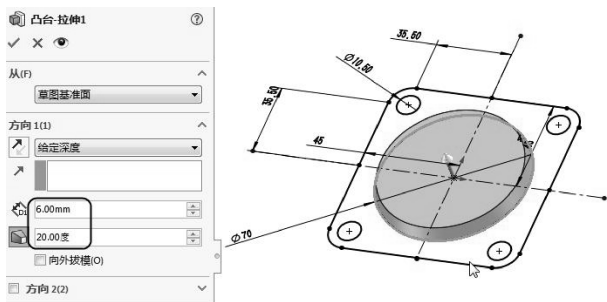

图 7-88 创建圆形实体
- 05 在【凸台-拉伸】属性面板中重新选择轮廓草图，设置如图 7-88 所示的拉伸参数后，完成圆形实体的创建。